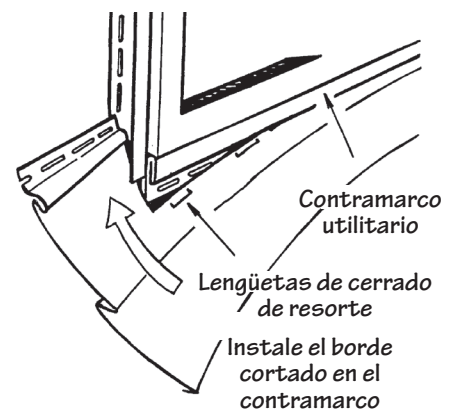

Figura 42.
- Instale el panel de revestimiento, verificando que las lengüetas (del punzón de cerradura de resorte) se traben dentro del contramarco utilitario (Figura 42).